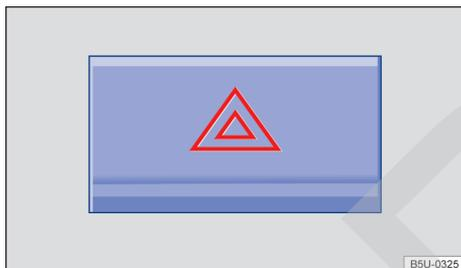

Fig. 153 En la parte superior de la consola central: interruptor de las luces de advertencia.
2. Conectar las luces de advertencia con el interruptor ⚠ → fig. 153.
Las luces de advertencia también pueden desconectarse al presionar el interruptor ⚠ en el panel de instrumentos → fig. 153.